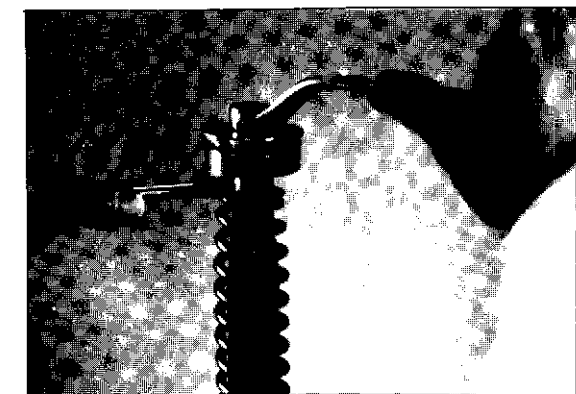

Fig. 14
28) Die Befestigungsmutter der Kolbenstange gegen den oberen Stopfen anziehen und dabei die Einstellseinheit fest halten (Bild 14).